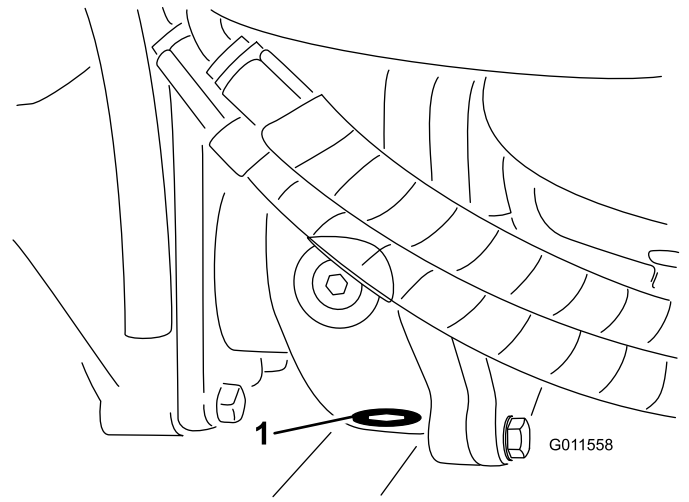

Figure 63
5. Nettoyez la surface autour du bouchon de vidange au fond du boîtier d'engrenages (Figure 63).